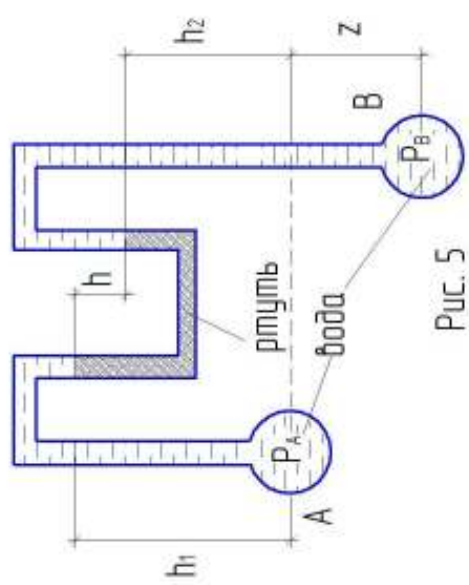

Рис. 5
11. Какая высота столба ртути h установится в дифференциальном манометре (рис.5), если при разности давлений $p_B - p_A = 65000$ Па, центр трубопровода А расположен на $z = 34$ см выше центра трубопровода В.